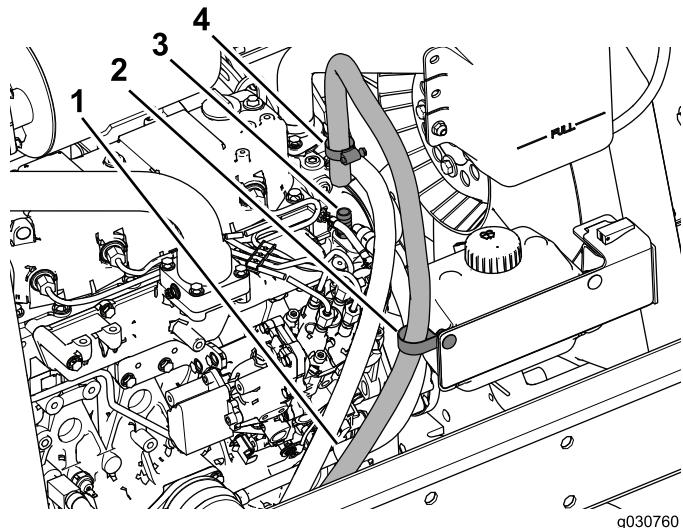

Рисунок 40
- Наденьте шланговый хомут на возвратный шланг, затем наденьте шланг на штуцер (3/8 NPT x 0,625 [ступенчатая поверхность]), как показано на Рисунок 40.